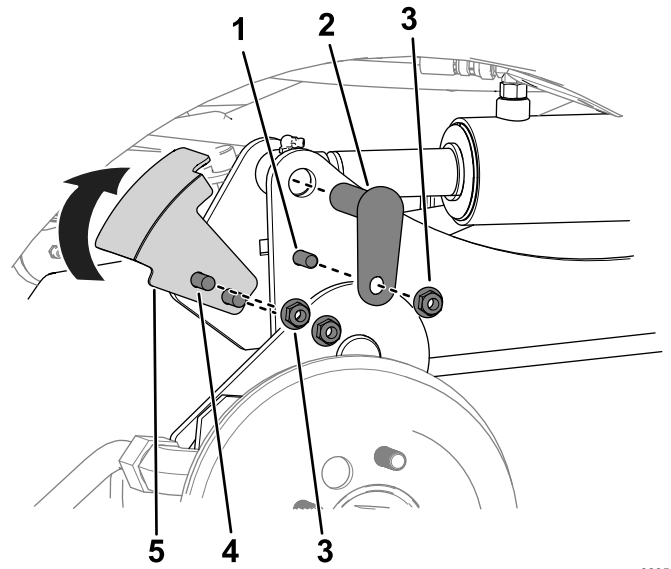

図 12
- 各シリンダロッドの端部を、対応する昇降アームに取り付ける小さいピン、ボルト $\frac{3}{8}$ " x $1\frac{1}{4}$ "、ナット $\frac{3}{8}$ "で 図 12のように取り付ける。
- 右側昇降アームにセンサーブラケットを取り付けるキャリッジボルト 本、ナット $\frac{3}{8}$ " 2 個で 図 12のように取り付ける。
センサーブラケットを取り付ける時、ブラケットを上向きに 図 12 のように回してからクランプ固定する。